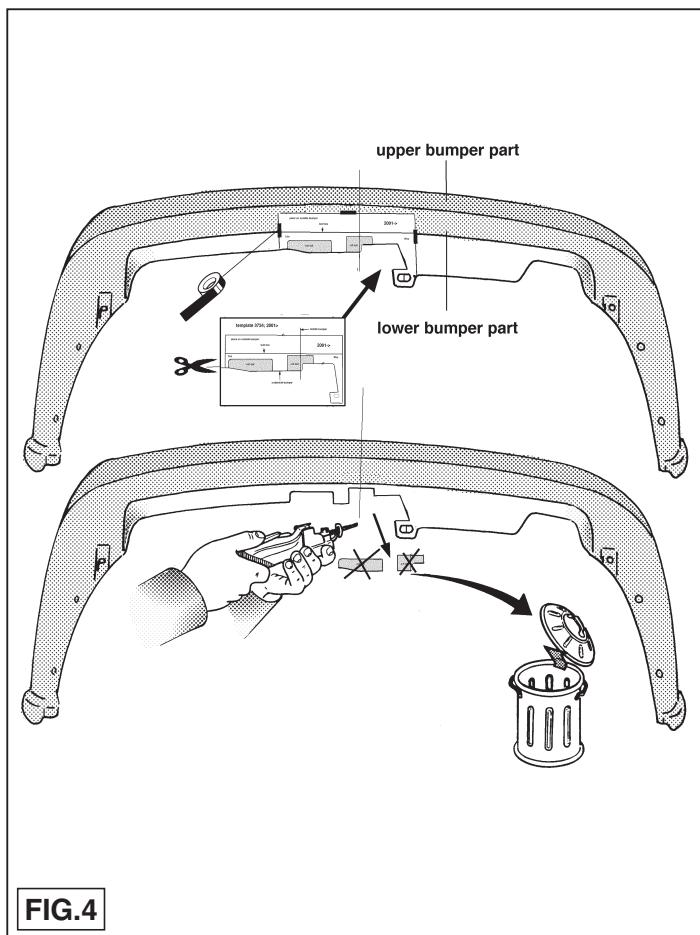
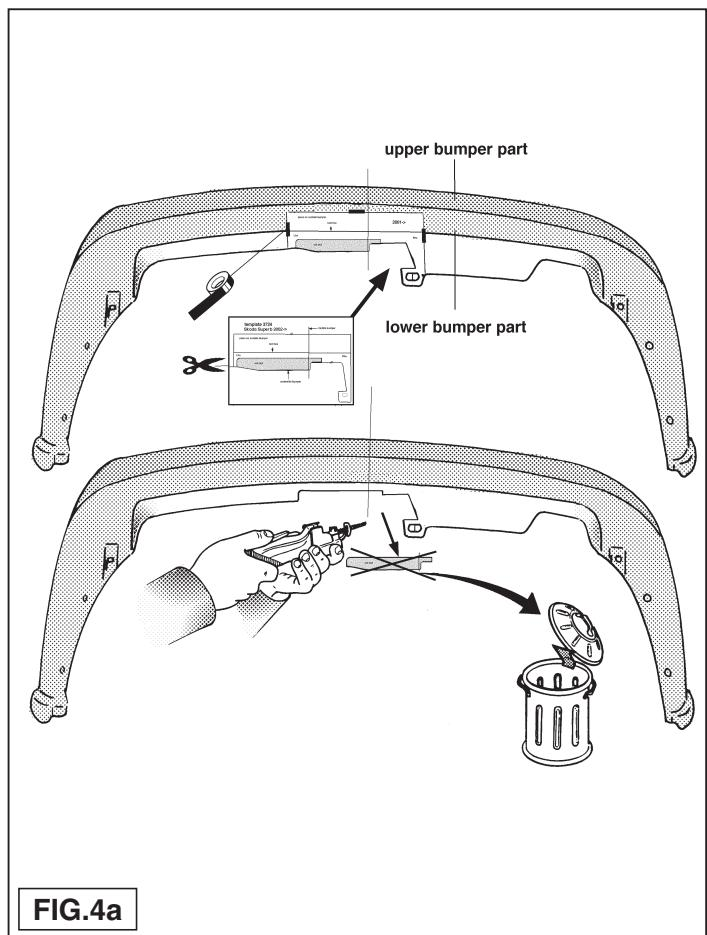

FIG.4
FIG.4a
- Knip de juiste sjabloon uit en plaats deze overeenkomstig fig.3, fig.4 of fig.4a aan de onderzijde op de bumper. Zaag vervolgens het aangegeven deel uit. Maak het hitteschild t.p.v. het in fig.6 aangegeven punt los.
2. Die zutreffende Schablone ausschließen und gemäß Abb. 3, Abb. 4 oder Abb. 5 an die Nutzseite der Stoßstange anlegen. Den Anhänger abnehmen. Teil heraus schneiden. Das Hitzeschield bei dem in Abb. 6 angegebene Punkt losen.
2. Cut out the corrective template and position it on the undersurface of the dumbbell, as shown in fig. 3, fig. 4 or fig. 4a. Saw out the portion indicated.